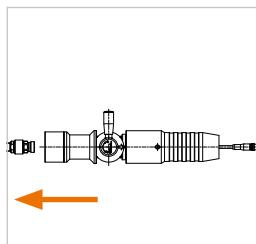

Abbildung 17
- ▶ Ziehen Sie den WEH® Servicenippel vorsichtig und gerade aus der Füllkupplung heraus (Abbildung 17).